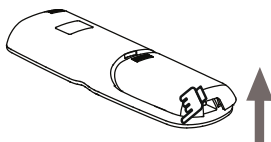

Abb. 2.7
- 2) Heben Sie dann das linke untere Ende des Batteriefachdeckels, um das Batteriefach zu öffnen (siehe Abb. 2.7).